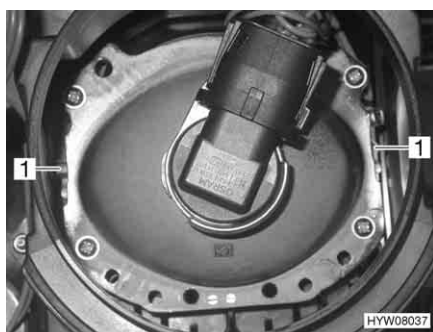

Fig. 201 Conversione fari anteriori
- Inclinare tutte le leve di conversione (Fig. 201,1 o Fig. 202,1) presenti sull'altro lato.